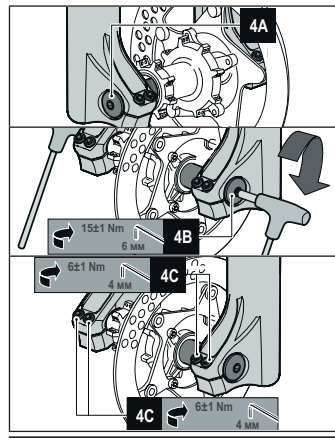

Рис. 4
- Установите колесо таким образом, чтобы ось совпадала с крепежами вилки (См. 4А Рис. 4).
- Вставьте ось с правой стороны сквозь крепеж вилки, втулки колеса и закрепите специальным болтом слева. (См. 4А Рис. 4).
- Затяните болты оси усилием 15±1 Nm, используя шестигранный 6 мм. (См. 4В Рис. 4).
- Затяните болты, фиксирующие ось на «штанах» вилки, используя шестигранный 4 мм с усилием 6±1 Nm, соблюдая последовательность «1-2-1» (См.4С Рис. 4).